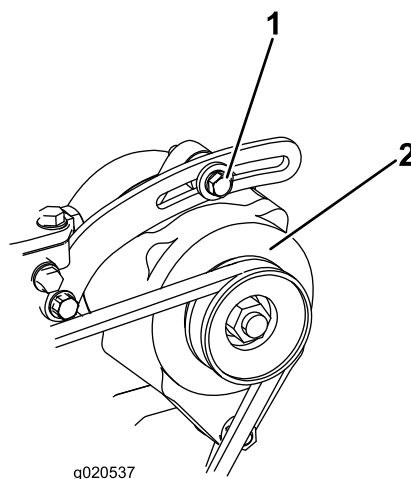

Figura 78
1. Allentate i bulloni di fissaggio dell'alternatore (Figura 78).